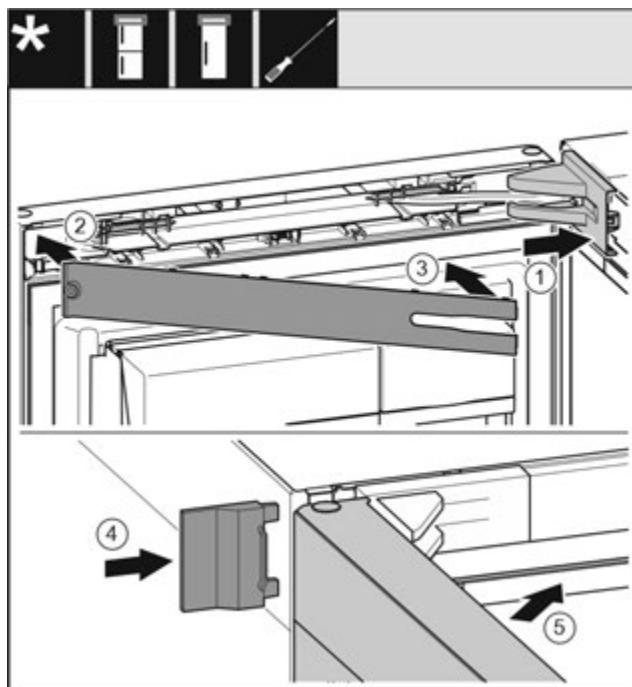

Fig. 51
- Встановіть та зафіксуйте кришку опорного кронштейна, у разі необхідності – обережно розтисніть. Fig. 51 (1)
- Встановіть панель. Fig. 51 (2)
- Поверніть і зафіксуйте панель. Fig. 51 (3)
- Насуньте зовнішню кришку. Fig. 51 (4)
- Закрійте верхні дверцята. Fig. 51 (5)